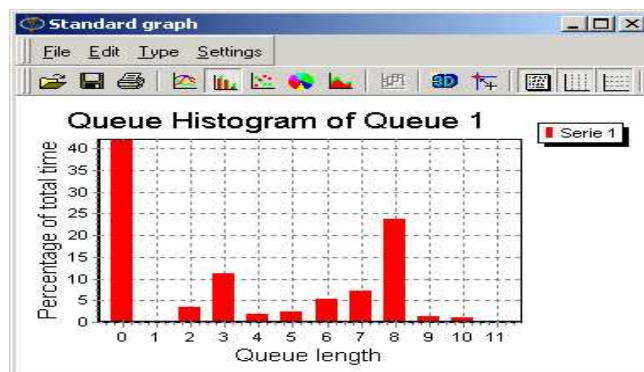

Figure 5-10 : Queue histogram
2. Queue Histogram : cette option permet d'afficher le pourcentage de chaque 'hauteur de stock'. Voir figure 5-10.